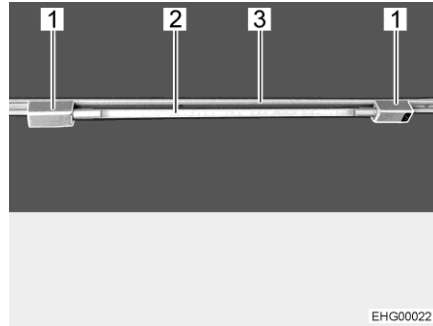

Bild 33 Röhrenleuchte
- Beide Halter (Bild 33,1) in die Schiene (Bild 33,3) einsetzen. Dazu die Halter um 90° drehen.
- Leuchtenkörper (Bild 33,2) in einen der Halter stecken.
- Leuchtenkörper (Bild 33,2) drehen, bis die gewünschte Leuchtwirkung erreicht ist.